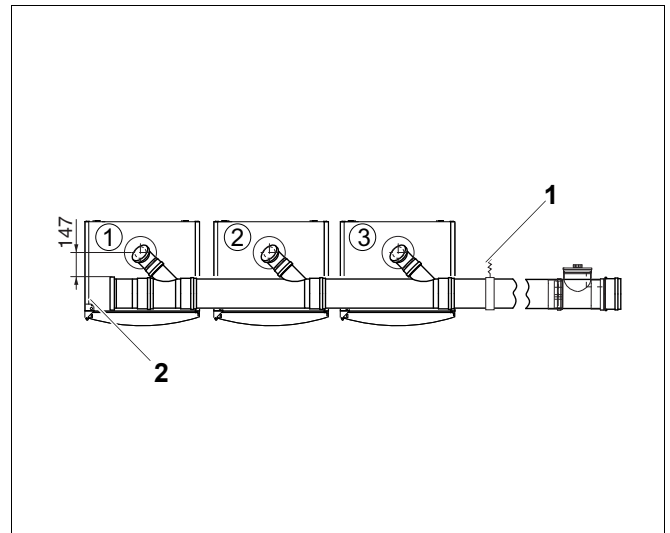

Рис. 18 Три котла, установленных в ряд (расстояние от наружного края сборного участка трубы до центра соединительного участка в мм)
- Вставьте колена со смотровым люком ближайшего к шахте котла (котёл 3 на рис. 18) в сборный участок трубы.
- Закрепите дымоход через каждые 2 м хомутами (рис. 18, [1]) (выдерживайте уклон 3°).
- Вставьте концевой элемент (рис. 18, [2]) с торцевой стороны трубы.